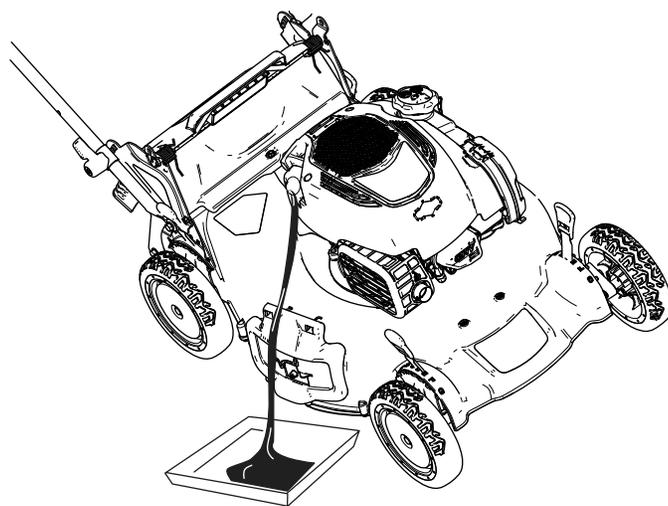

Рисунок 40
4. Для слива отработанного масла через маслозаливную горловину переверните машину набок (чтобы воздушный фильтр был сверху) (Рисунок 40).